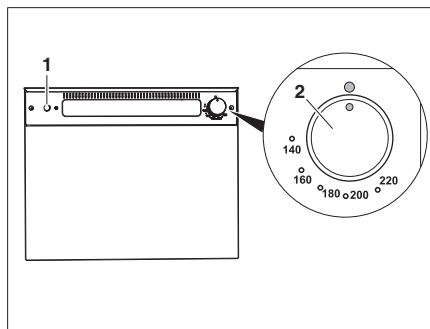

Fig. 345 Four à gaz (Thetford)
- Appuyer légèrement sur le bouton tournant (Fig. 345,2) et le tourner vers la gauche sur une position quelconque.
- Appuyer plusieurs fois sur l'interrupteur d'allumage (Fig. 345,1) jusqu'à ce que la flamme brûle.
- Tourner le bouton tournant (Fig. 345,2) sur "O". La flamme s'éteint.